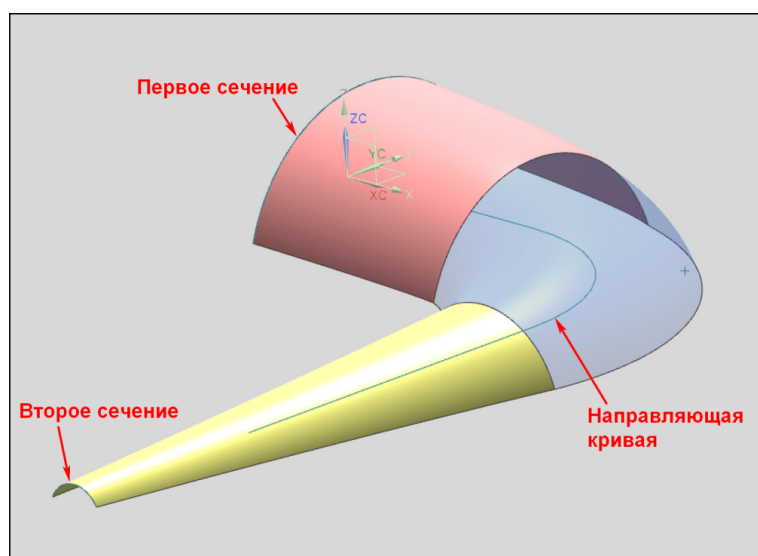

Рис. 1.29. Поверхность свободной формы, созданная с помощью опции **Заметаемая поверхность**
- курсором выделяется первое сечение (кривая) (рис. 1.29);
- курсором выделяется первая направляющая кривая (рис. 1.29);
- после нажатия клавиши **ОК** в графическом окне создается заметаемая поверхность (рис. 1.29).